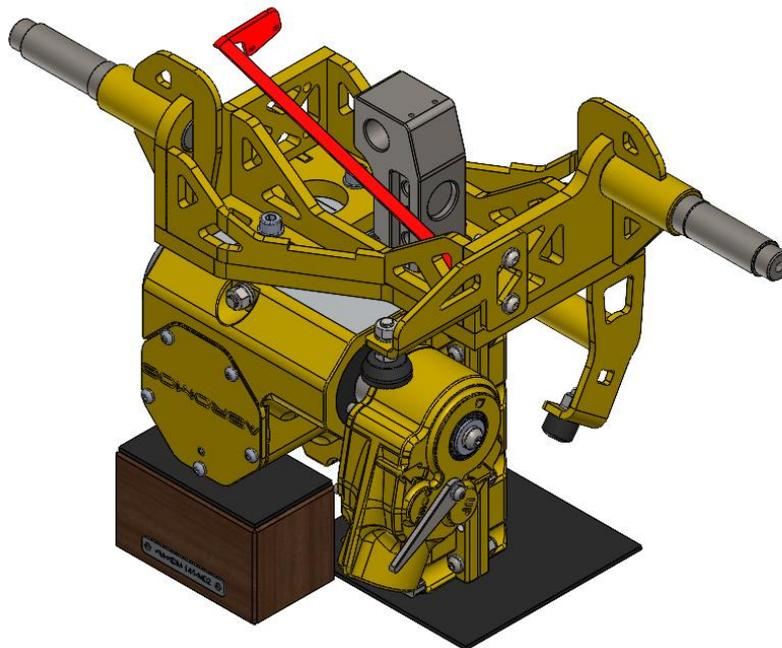
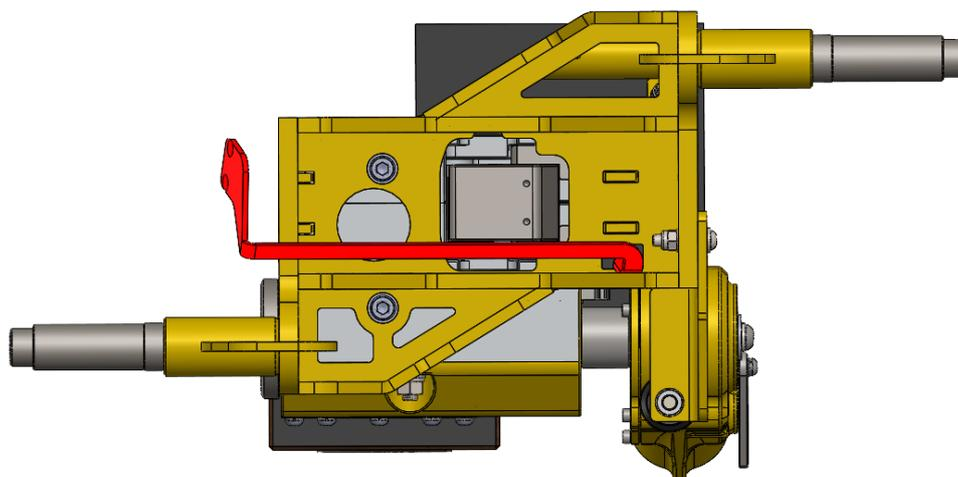

Figura 4
Figura 5
- b. Com o bloco montado conforme MM AM-HDM-145-K01, coloque-o de cabeça pra baixo, incline a seta (1-4/14) para o lado da tampa (1-4/8) conforme a *Figura 4*. Posicione a ponta da seta no canal, conforme a vista superior da *Figura 5*. Movimente cuidadosamente a peça para dentro do canal referido e gire-a até a posição vertical. Coloque os parafusos (1-4/52).